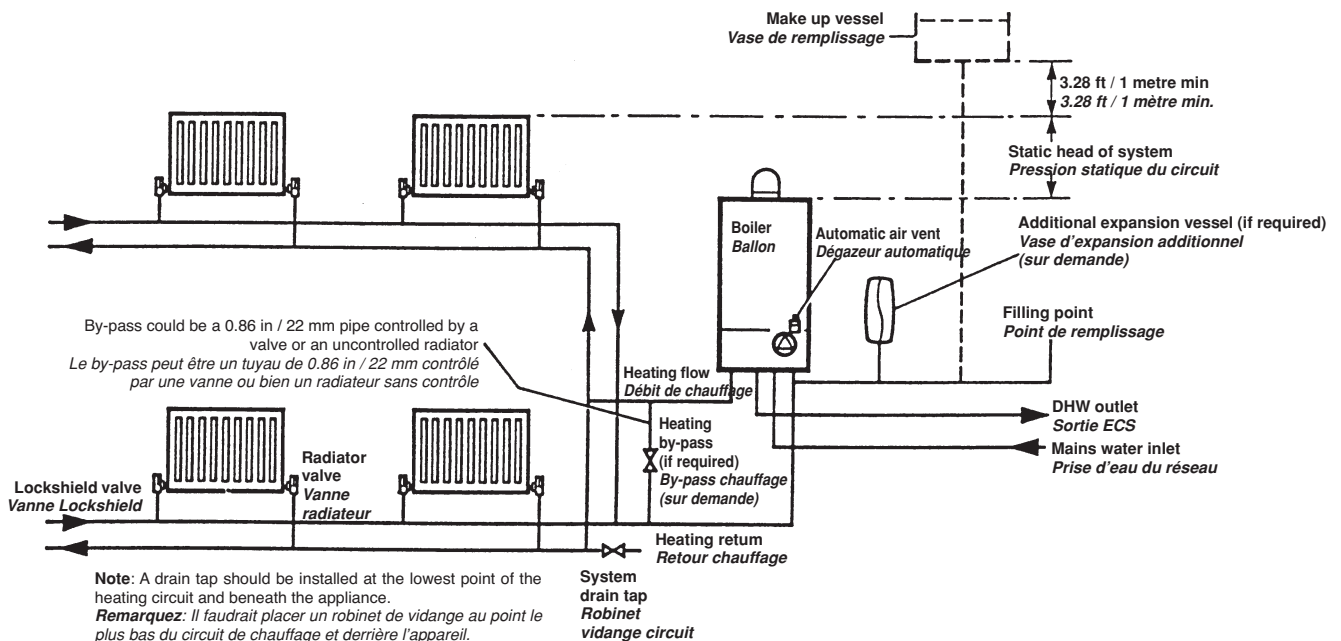

Fig. 13
3.7 CENTRAL HEATING SYSTEM - Fig. 13
3.7 LE CIRCUIT DE CHAUFFAGE CENTRAL - Fig. 13
The system design pressure (cold) should be set to (1.0-1.5) bar. This pressure is equivalent to the maximum static head (see Fig. 13) in bar + 0.3 (14.5 p.s.i. = 1 bar = 10.2 metres of water).
La pression du circuit (à froid) devrait être établie à (1.0-1.5) bar. Cette valeur correspond à la pression statique maximale (voir Fig. 13) en bar + 0.3 (14.5 p.s.i. = 1 bar = 10.2 mètres d'eau).